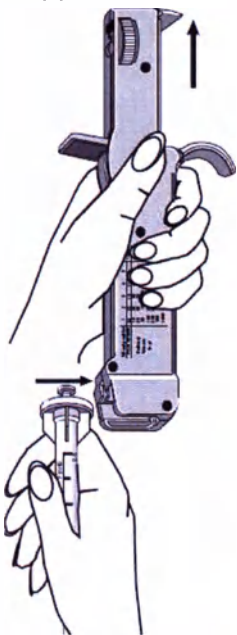

Рис.1
3. Убедитесь, что фланец цилиндра и фланец штока плунжера находятся в соответствующих пазах на рукоятке. Вставьте наконечник в ручку до упора (рис.1).